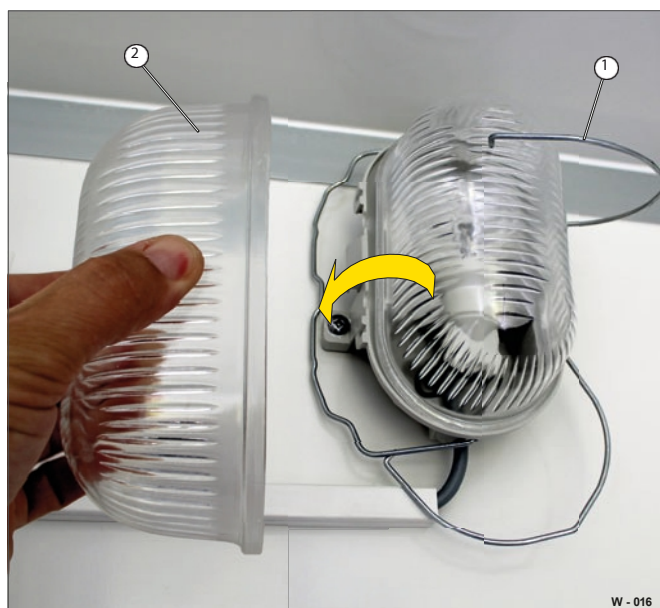

Fig. 16 Öppna/stänga innerbelysningen
- Öppna klämfästena genom att vrida dem (bild 16/1).
- Håll fast locket (Fig. 16/2) ordentligt.